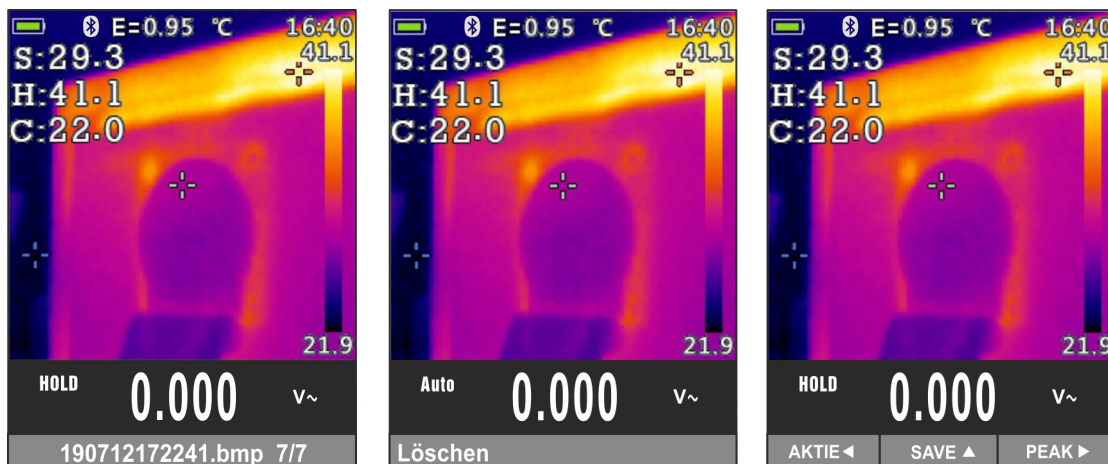

Abb. 46: Aufruf und löschen von IR Bildern
11. Treten Sie ins Hauptmenü ein, um das gespeicherte Ergebnis anzuzeigen (siehe § Abb. 46 – linke Seite).